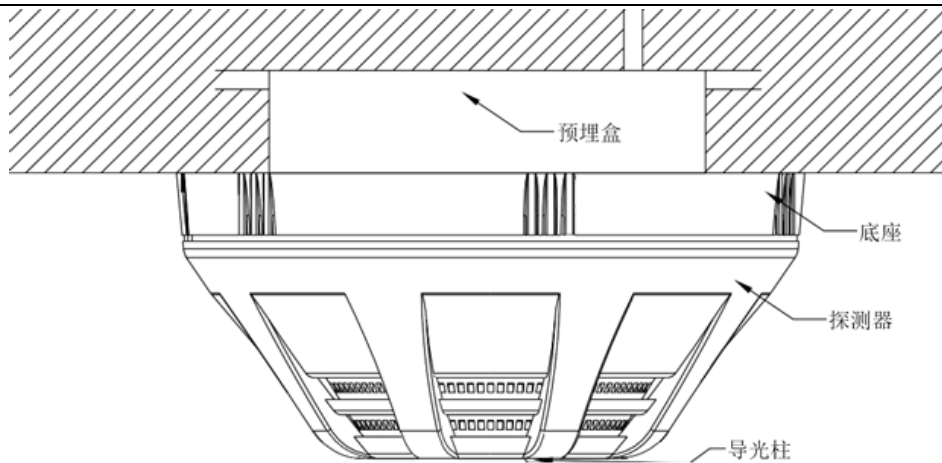

图 2 安装图例
- 将探测器底座用 2 只 M4 的螺钉紧固在预埋盒上，如图 2；